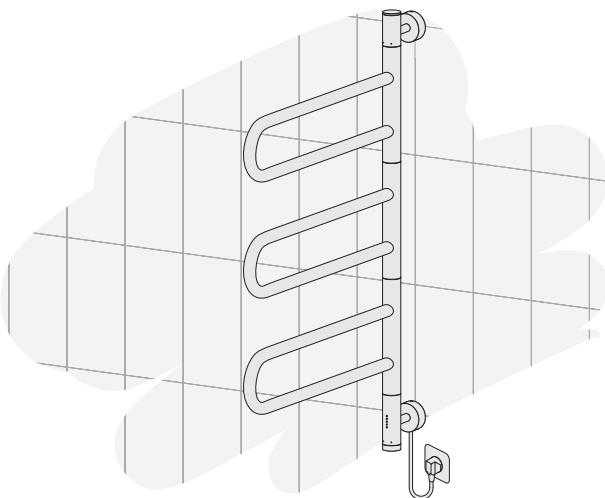

Рис.6
4.1.7. Подключить полотенцесушитель к электросети используя сетевой шнур (рис. 6).